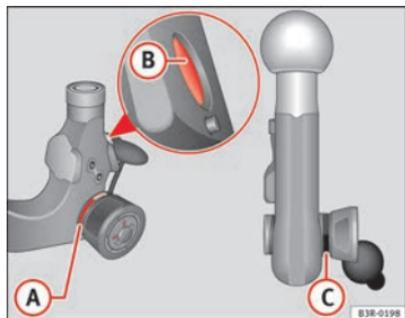

Fig. 154 Dispositivo di traino asportabile Gancio a testa sferica
- Controllare che il contrassegno rosso **A** ⇒ fig. 154 della rotella si trovi in corrispondenza del contrassegno nero sul gancio.